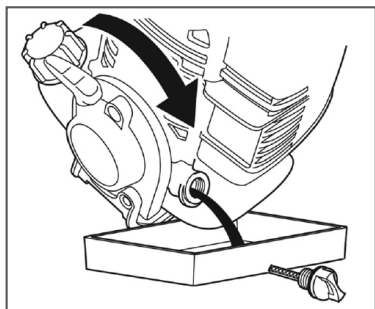

Рис. 13 Замена моторного масла
3. Наклоните триммер в сторону маслосаливной горловины двигателя и слейте отработанное масло в специально подготовленную для этого емкость (Рис. 13).